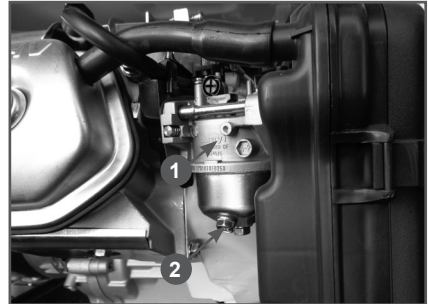

Рис. 17 Слив топлива из карбюратора
3. Открутите болт 2 на карбюраторе 1 (Рис. 17) и слейте топливо из поплавковой камеры в подготовленную для этого емкость.
1. Слейте топливо из топливного бака и карбюратора (Рис.17).